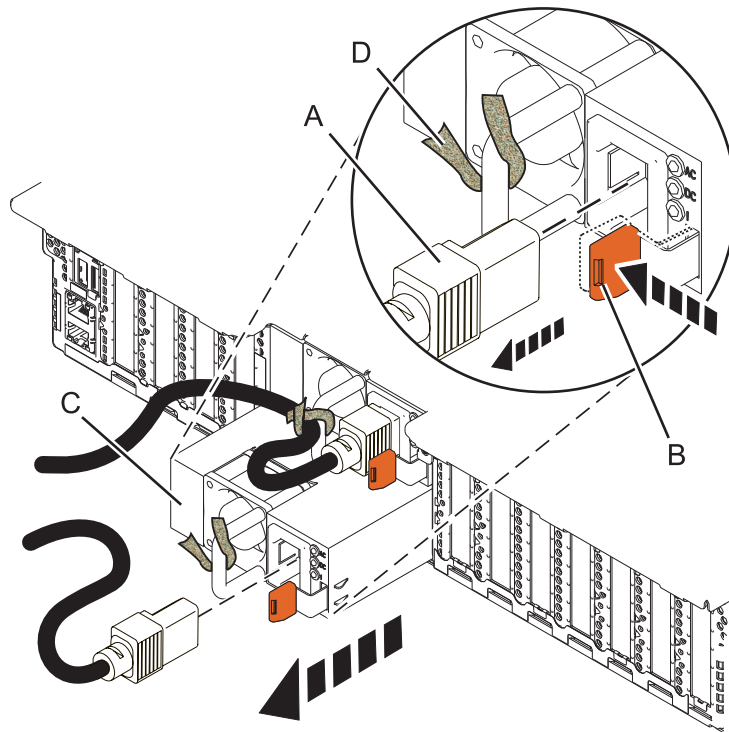

図 4. システムから電源装置を取り外す
3. 電源コードにラベルを貼り、電源コードの端 (A) を、下図に示す方向に引っ張って電源装置から切り離します。6 ページの図 4
4. 電源装置をシステム内の位置から取り外すために、テラコッタ色のロッキング・タブ (B) を、図に示す方向に押します。図 4
5. ハンドルに固定されている電源コードを解放するために、面ファスナー (D) を外して、電源コードを電源装置 (C) から取り外します。電源コードの面ファスナー (D) はそのままにしておきます。
6. 図に示すように、電源装置 (C) を引いてシステムから外します図 4